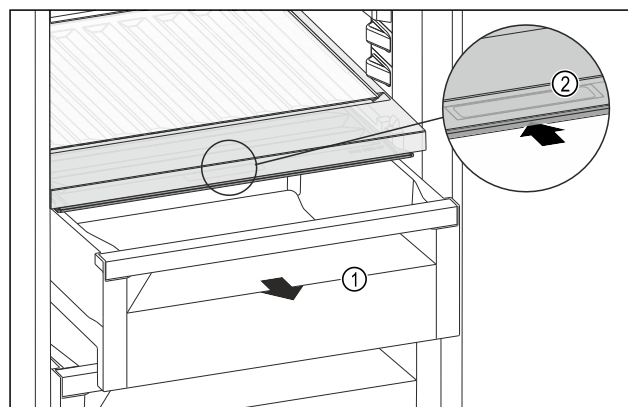

Fig. 117
- Estrarre il cassetto Fig. 117 (1).
- Afferrare la maniglia incassata Fig. 117 (2) sul coperchio dello scomparto e spingere allo stesso tempo all'indietro il coperchio dello scomparto.